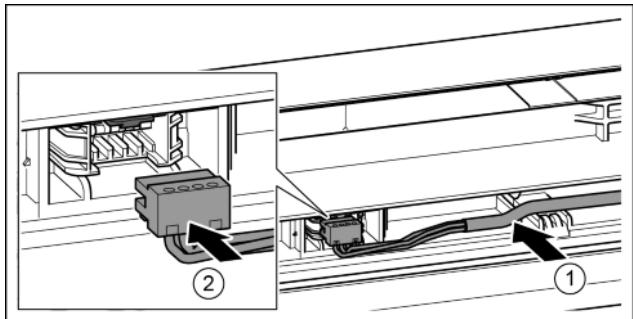

Fig. 43
- Вставить серый кабель в направляющую в верхней двери. *Fig. 43 (1)*
- Зафиксировать штекер. *Fig. 43 (2)*